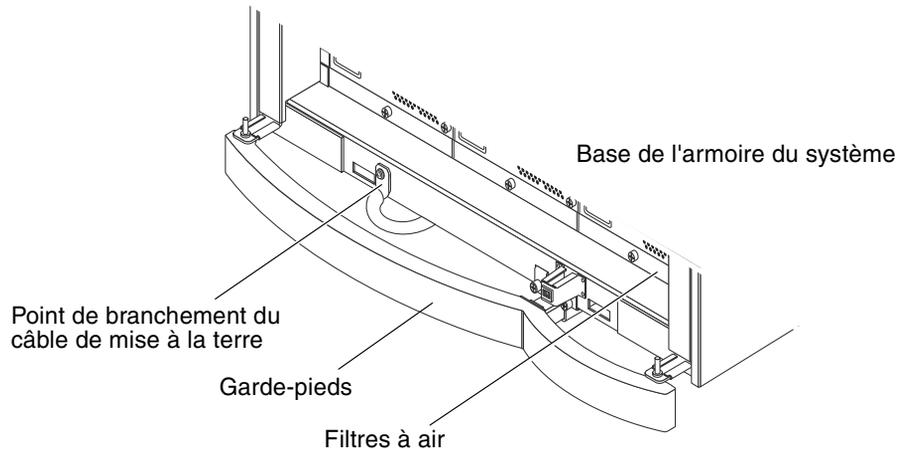

FIGURE 2-4 Point de branchement du câble de mise à la terre sur l'armoire du système
3. Branchez le câble de mise à la terre au système, derrière le garde-pieds situé au bas du châssis, comme le montre la FIGURE 2-4.